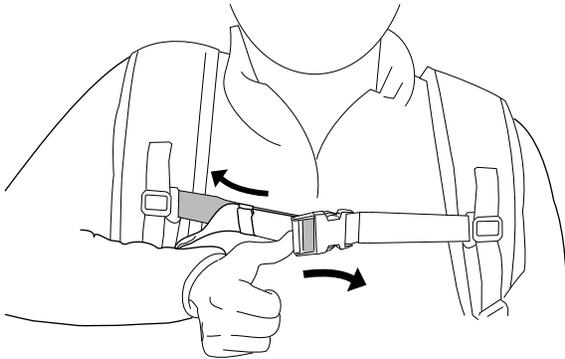

Figura 10
7. Se a correia do esterno estiver demasiado apertada, empurre lateralmente o ajustador para alongar as correias (Figura 10).